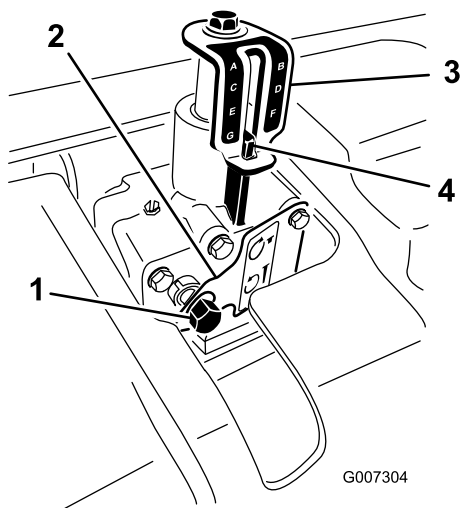

図 24
3. ラチェットレンチに 9/16" のソケットを取り付けて深さアジャスタのシャフトにセットする 図 24。
5. タインの打ち込み深さを深くするには深さアジャスタのシャフトを右に回す。浅くするには左に回す 図 24。
6. 深さ表示ステッカーのマークに一致するまで深さアジャスタのシャフトを回して深さを合わせる 図 24。